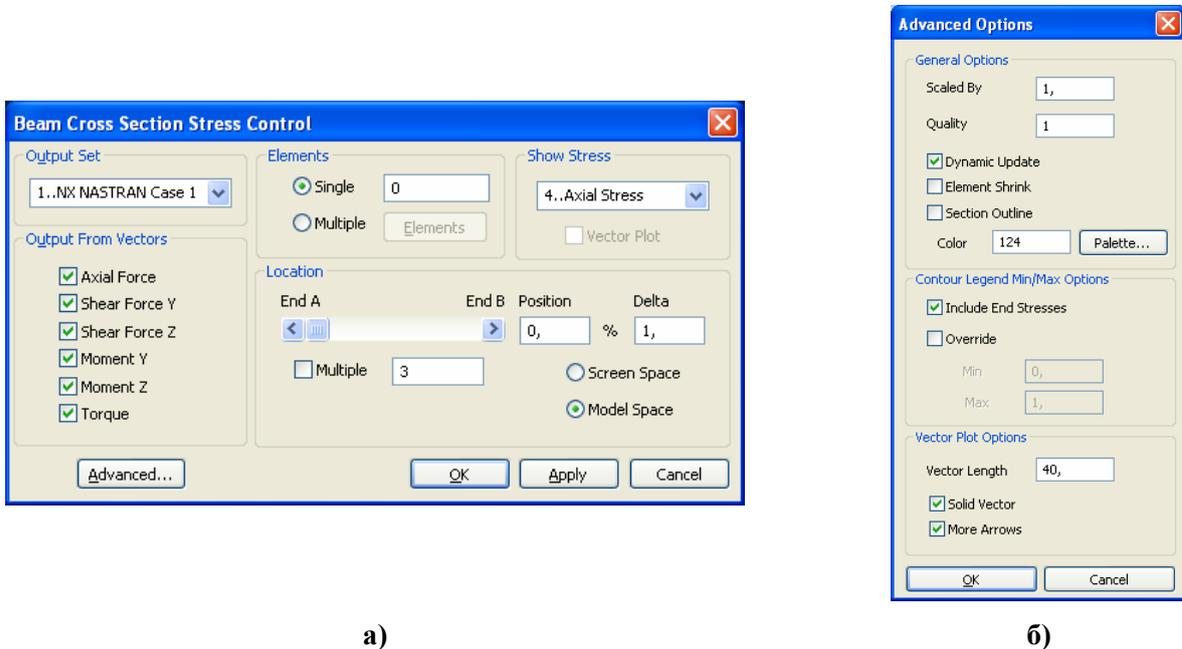

Рис.9.22. Диалоговые панели опций динамического изменения изображений напряжений в модели из одномерных КЭ типа BEAM или VAR (непосредственно в сечениях КЭ)
в секции „**Output Set**” нужно выбрать набор-решение, в секции „**Output From Vectors**” установить опции используемых силовых факторов: „**Axial Force**” (осевая сила), „**Shear Force Y**”, „**Shear Force Z**” (перерезывающие силы вдоль (локальных для сечения) осей **Y** и **Z** соответственно), „**Moment Y**”, „**Moment Z**” (изгибающие моменты относительно (локальных для сечения) осей **Y** и **Z** соответственно), „**Torque**” (крутящий момент). В секции „**Elements**” можно в поле „**Single**” ввести номер единственного КЭ или с помощью радиокнопки „**Multiple**” и кнопки „**Elements**” выбрать несколько КЭ, в сечениях которых будут изображаться выбранные величины. Переключатели „**Screen Space**” и „**Model Space**”, когда активны, позволяют просматривать изображение в увеличенном виде, или на модели (соответственно). В поле „**Show Stress**” нужно выбрать один из восьми типов напряжений, вычисленных из указанных ранее векторов, причем при выборе „**Combined Shear Stress**” становится активной опция „**Vector Plot**”, позволяющая изобразить комбинированные касательные напряжения как векторы. Секция „**Location**” позволяет динамически сдвигать положение изображения от конца **A** к концу **B** выбранн(ого/ых) КЭ, причем в поле „**Position**” отображается текущее положение (в % от длины КЭ), а в поле „**Delta**” можно ввести желаемый шаг изменения положения изображения вдоль КЭ. В поле „**Multiple**” указывается количество изображений на каждом КЭ. Кнопка „**Advanced...**” вызывает дополнительную диалоговую панель (см. рис.9.22-б). В секции „**General Options**” в поле „**Scaled By**” можно ввести масштаб изображения (от 0.1 до 100); в поле „**Quality**” (качество) – указать количество КЭ (от 1 до 5), участвующих в аппроксимации результатов; опция „**Dynamic Update**” позволяет сразу же увидеть изменения, не нажимая на кнопку „**Apply**”; опция „**Element Shrink**” – провести „сжатие” изображений КЭ (процент „сжатия” устанавливается с помощью команды **View→Options**,
- **Beam Cross Section...** – динамическое изменение изображений напряжений в модели из одномерных КЭ непосредственно в сечениях КЭ типа **BEAM** или **BAR**. На появившейся диалоговой панели (см. рис.9.22-а) в секции „**Output Set**” нужно выбрать набор-решение, в секции „**Output From Vectors**” установить опции используемых силовых факторов: „**Axial Force**” (осевая сила), „**Shear Force Y**”, „**Shear Force Z**” (перерезывающие силы вдоль (локальных для сечения) осей **Y** и **Z** соответственно), „**Moment Y**”, „**Moment Z**” (изгибающие моменты относительно (локальных для сечения) осей **Y** и **Z** соответственно), „**Torque**” (крутящий момент). В секции „**Elements**” можно в поле „**Single**” ввести номер единственного КЭ или с помощью радиокнопки „**Multiple**” и кнопки „**Elements**” выбрать несколько КЭ, в сечениях которых будут изображаться выбранные величины. Переключатели „**Screen Space**” и „**Model Space**”, когда активны, позволяют просматривать изображение в увеличенном виде, или на модели (соответственно). В поле „**Show Stress**” нужно выбрать один из восьми типов напряжений, вычисленных из указанных ранее векторов, причем при выборе „**Combined Shear Stress**” становится активной опция „**Vector Plot**”, позволяющая изобразить комбинированные касательные напряжения как векторы. Секция „**Location**” позволяет динамически сдвигать положение изображения от конца **A** к концу **B** выбранн(ого/ых) КЭ, причем в поле „**Position**” отображается текущее положение (в % от длины КЭ), а в поле „**Delta**” можно ввести желаемый шаг изменения положения изображения вдоль КЭ. В поле „**Multiple**” указывается количество изображений на каждом КЭ. Кнопка „**Advanced...**” вызывает дополнительную диалоговую панель (см. рис.9.22-б). В секции „**General Options**” в поле „**Scaled By**” можно ввести масштаб изображения (от 0.1 до 100); в поле „**Quality**” (качество) – указать количество КЭ (от 1 до 5), участвующих в аппроксимации результатов; опция „**Dynamic Update**” позволяет сразу же увидеть изменения, не нажимая на кнопку „**Apply**”; опция „**Element Shrink**” – провести „сжатие” изображений КЭ (процент „сжатия” устанавливается с помощью команды **View→Options**,